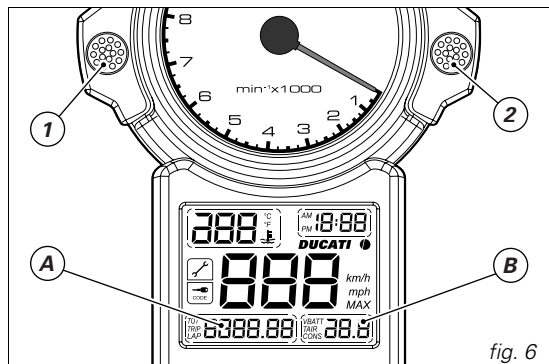

fig. 6
Appuyer sur le bouton (1) (fig. 6) clé sur **ON** pour alterner la visualisation du totalisateur journalier, du compteur kilométrique et du temps sur le tour du circuit.
Appuyer sur le bouton (2, fig. 6) clé sur **ON** pour alterner la visualisation de la tension de la batterie, de la température de l'air et de la consommation.